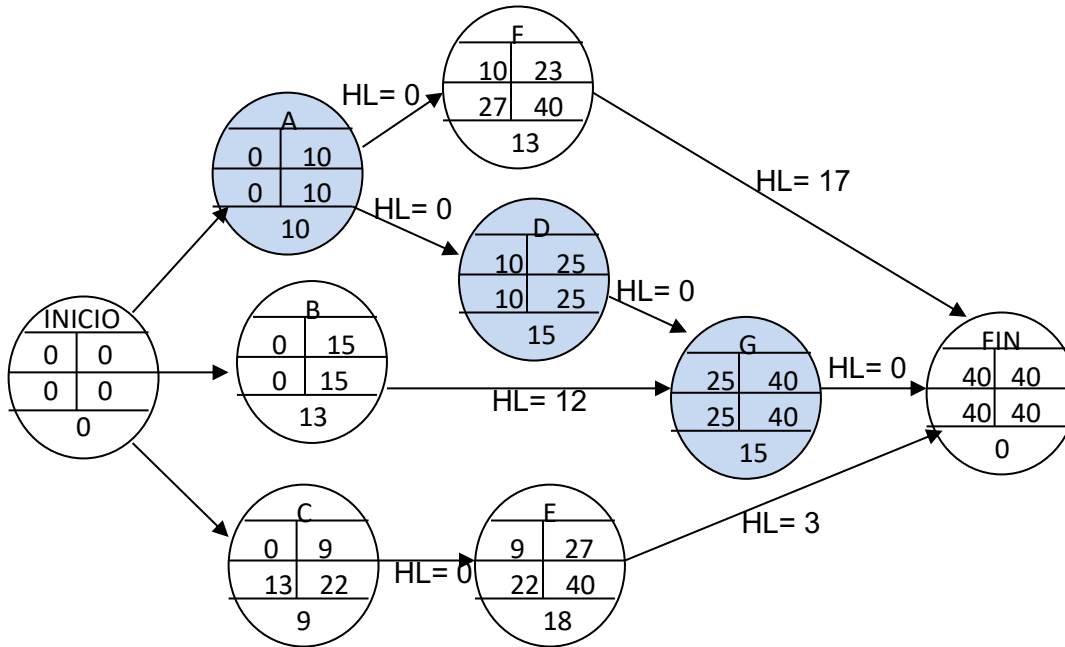

Figura 3.2 Red original mostrando la duración del proyecto y la ruta crítica.
Vamos primero a realizar la red, la cual la vamos a nombrar original; asignándole a las actividades el tiempo (Duración Tn semanas) y calculando la ruta crítica ver figura 3.2. Y después vamos a calcular los costos marginales (CM de cada una de las actividades) y su posible reducción (PR).
Vamos a encontrar su(s) ruta(s) crítica(s). La red resultante y sus tiempos se muestran en la Figura 3.2